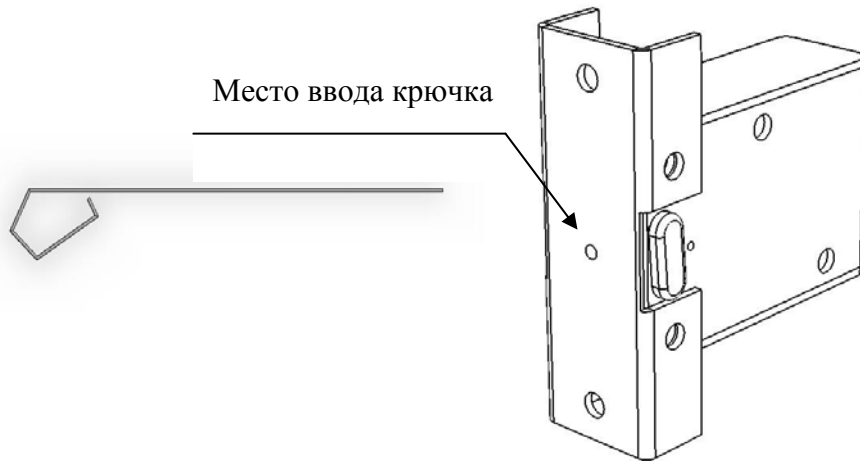

Рис. 1 Аварийное открытие замка
- В случае отключения электричества замок можно открыть, вставив крючок-отмычку в отверстие, указанное на рис. 1.
- После ввода крючка в замок (рис.1), потянуть дверь вместе с крючком на себя.
ВНИМАНИЕ: замок устанавливать горизонтально, положение белой метки – вверх! (см. рис. 1)